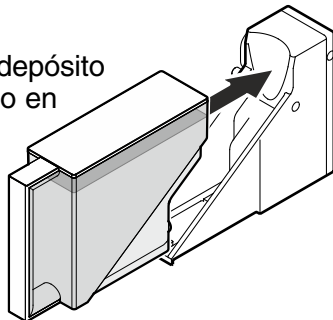

Figura 22
3. Coloque de nuevo el depósito de agua e introdúzcalo en la consola hasta el tope (**Figura 22**).